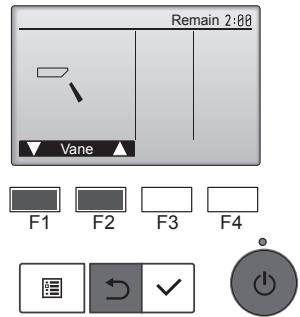

Fig. 6-7
- ① С помощью кнопок [F1] [F2] проверьте работу заслонки в автоматическом режиме. (Fig. 6-7)
- ② Нажмите кнопку для возврата в режим "Test run" (Тестовый прогон).
- ③ Нажмите кнопку